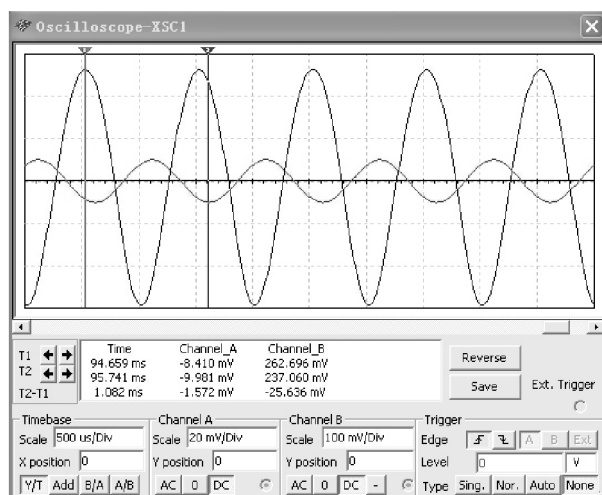

图 6-28 单管共射放大电路输入输出电压波形
(1) 双击图中各函数发生器、示波器图标, 弹出其面板对话框后进行设置。
(2) 按下仿真开关, 激活电路, 双击示波器图标, 屏幕显示的输入电压峰值 U_{IM} 与输出电压峰值 U_{OM} , 如图 6-28 所示。
(3) 将图 6-28 测试值记录于表 6-2 中，计算电压放大倍数 A_V 。